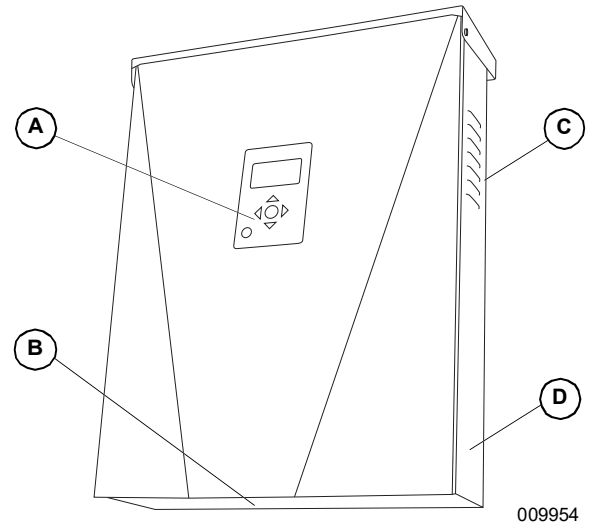

Figura 2-2. Ubicaciones de los componentes
Consulte la **Figura 2-2** para ubicar el número de serie de la unidad (A). Registre la información que se proporciona en esta etiqueta en la **Tabla 1: Información importante del inversor PWRcell** en el interior de la portada de este manual.